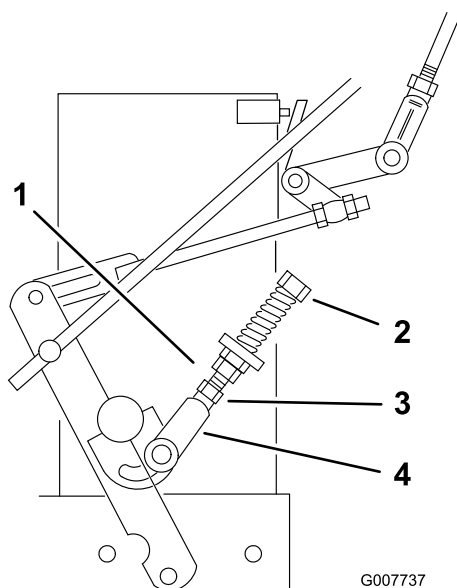

Figura 34
9. Se le ruote girano mentre tenete la leva della trazione in FOLLE, la tiranteria di comando di folle deve essere regolata (Figura 34). Se la ruota di ferma passate al punto 12.
10. Allentate il dado contro la forcella della tiranteria del comando di folle (Figura 34).
11. Regolate la tiranteria del comando di folle fino a quando la rispettiva ruota della trazione non si arresta mentre la leva della trazione viene tirata contro la molla di folle (posizione di FOLLE) (Figura 34).
12. Girate il bullone di regolazione di circa 1/4 di giro in senso orario se la ruota gira all'indietro o di circa 1/4 di giro in senso antiorario se la ruota gira in avanti (Figura 34).